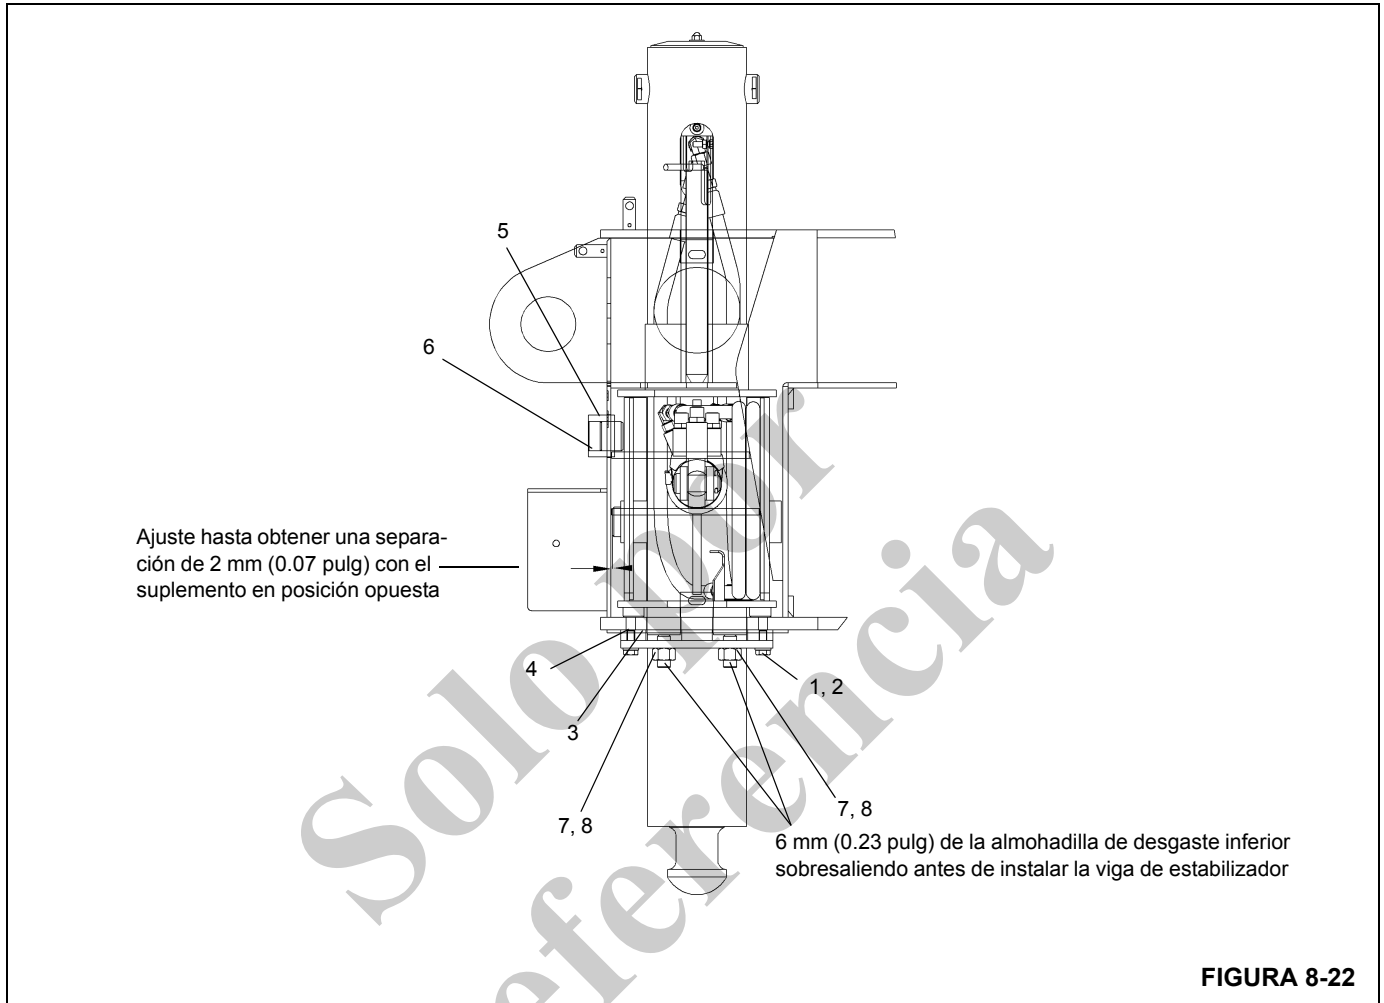

FIGURA 8-22
3. Instale las almohadillas de desgaste inferiores dejando que salgan aproximadamente 6 mm (0.23 pulg). Esto evitará que las placas laterales de la viga toquen la parte inferior de la caja (Figura 8-22).
NOTA: Cuando ajuste las almohadillas de desgaste, consulte Ajuste de almohadillas de desgaste (Figura 8-22).